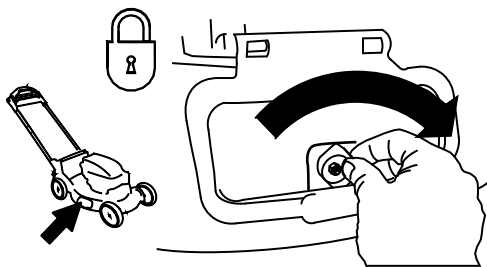

Figura 27
**Importante:** Bloquee el deflector de descarga lateral después de cerrarlo (Figura 27).